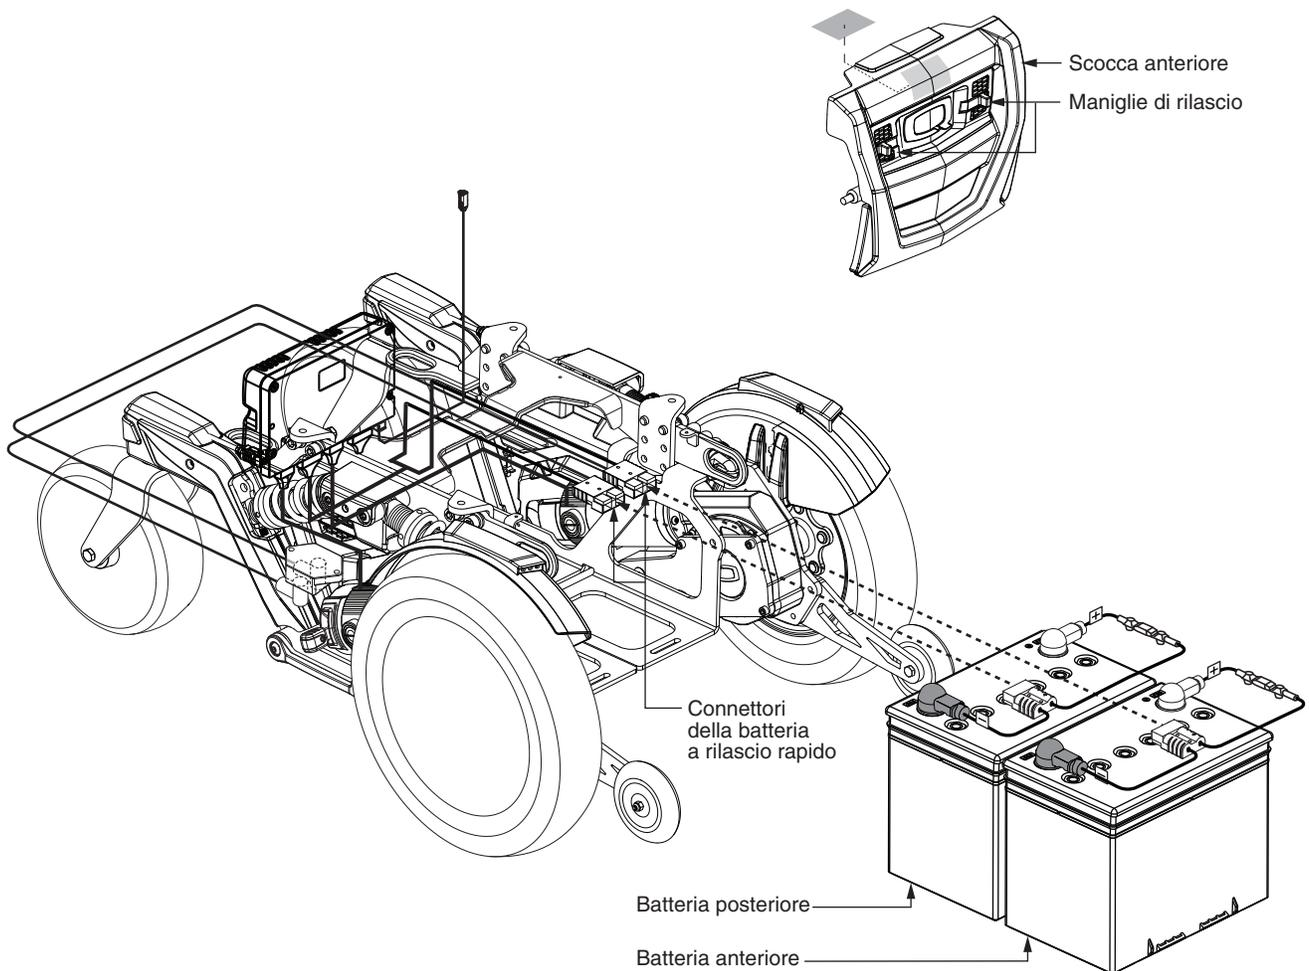

Figura 17. Installazione della batteria
3. Rimuovere la scocca anteriore stringendo le maniglie di rilascio (**vedere figura 17**) e sollevare la scocca anteriore dalla base della carrozzina.
4. Scollegare i connettori della batteria a rilascio rapido. **Vedere figura 17.**
7. Collegare il gruppo batteria anteriore alla nuova batteria seguendo il diagramma di cablaggio corrispondente. **Vedere figura 17.**
8. Collegare il gruppo batteria posteriore alla nuova batteria seguendo il diagramma di cablaggio corrispondente. **Vedere figura 17.**